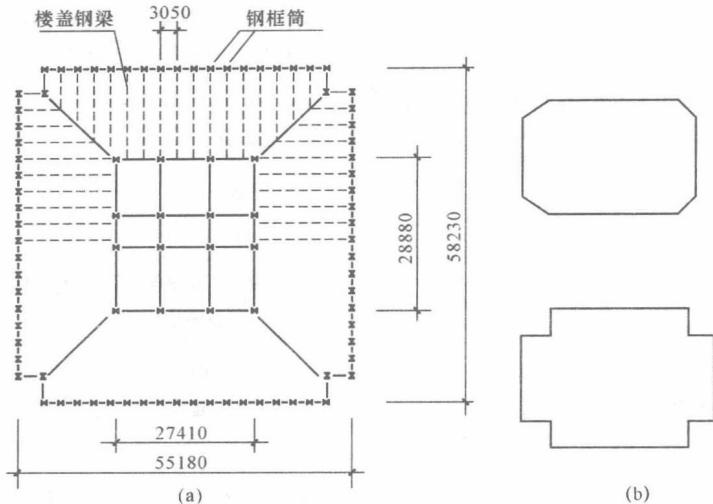

图 1-2 框筒体系
(2)框筒体系是由密柱深梁构成的外筒结构,它承担全部水平荷载,内筒是梁柱铰接相连的结构,它仅按筒截面积比例承担竖向荷载,不承担水平荷载,如图 1-2 所示。整个结构无须设置支承等抗侧力构件,柱网不必正交,可随意布置,柱距可以加大,从而提供较大的灵活空间。这种体系由于外筒梁柱截面尺寸有限,立面开洞率较大,容易出现剪力滞后效应。